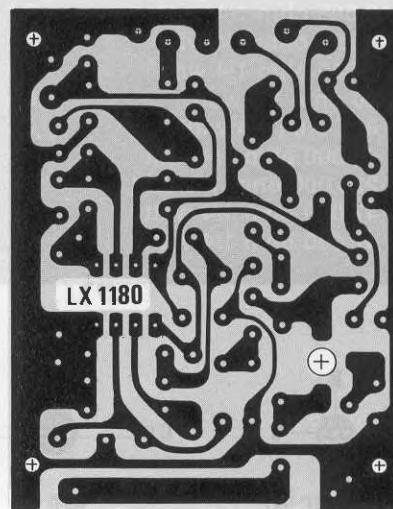

Fig.2 Disegno a grandezza naturale del circuito stampato LX.1180 visto dal lato rame.
**Fig.2** Sui due lati della tavoletta in legno abbiamo applicato due righelli alti circa 5,5 cm in modo da ottenere una distanza tra il bulbo della lampada ed il corpo superiore degli integrati (Eprom o Microprocessori cancellabili) che non risulti minore di 2 cm. Questa distanza non è critica, ma se superate i 4 cm dovete aumentare i tempi d'esposizione.